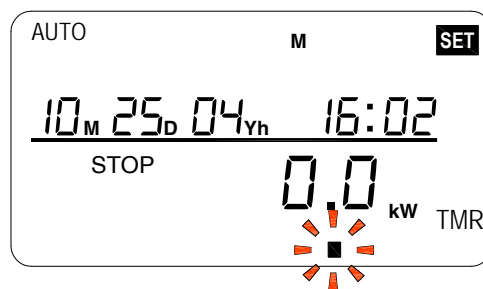

Abbildung 17
16. Halten Sie **MENU** für 3 Sekunden gedrückt, nachdem alle gewünschten Tage programmiert sind. TMR und der Timerblock blinken, siehe Abbildung 17.